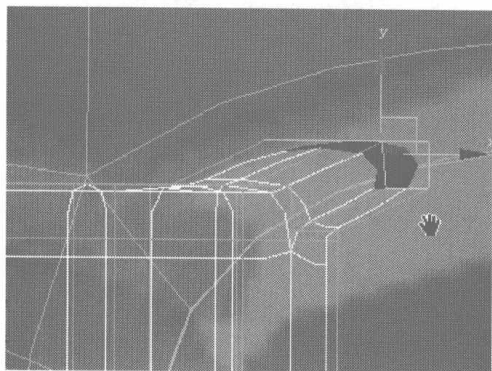
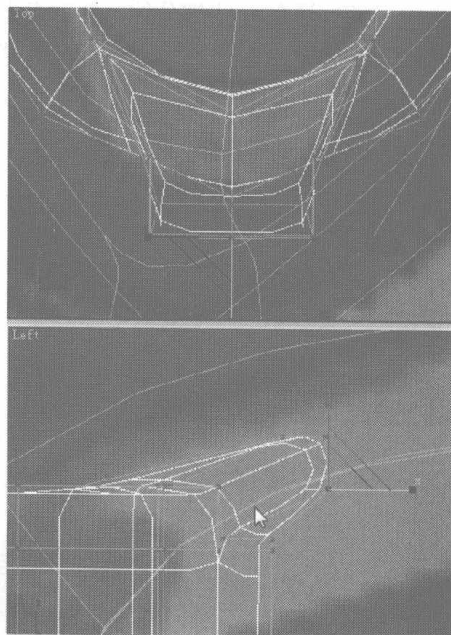

图 6.120
图 6.121
- 05** 在 Left 视图中调整挤压出来的面，如图 6.120 所示，切换为节点编辑，在 Top 与 Left 视图中再用缩放工具调整挤压出来的面上的节点，如图 6.121 所示。